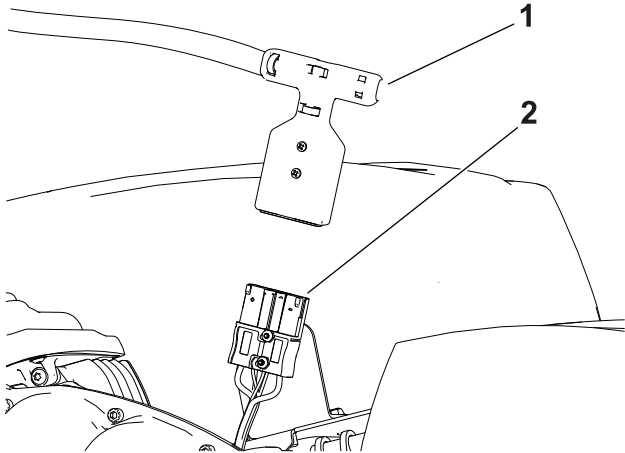

图 30
5. 将 T 形手柄接头拉出主电源接头从而断开电池的连接图 30。